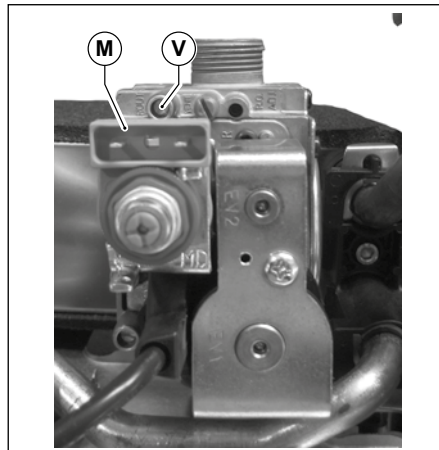

Рис. 40 Точка забору димових газів
- Підключити манометр до штуцера контролю тиску **V** (дивись Рис. 40 Точка забору димових газів).